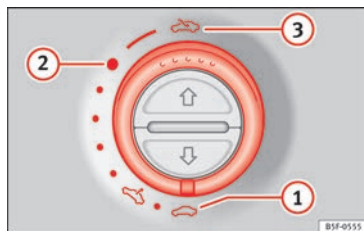

Fig. 11
- Ouverture : tournez la commande vers la position » fig. 11 ③.
- Position confort : tournez la commande vers la position » fig. 11 ②.
- Fermeture : tournez la commande vers la position » fig. 11 ①.